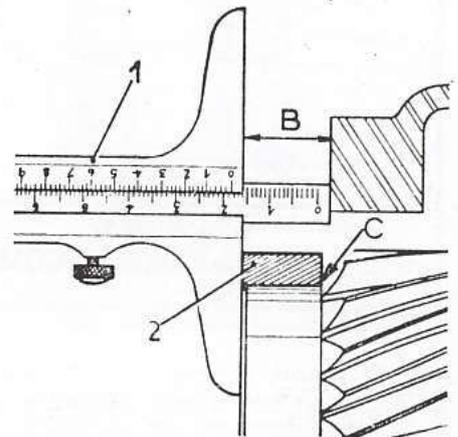

Fig. 59. — Mesure de la cote « B » entre plan de joint du carter et fausse bague
- Placer la bague de réglage (2) (fig. 59) en bout de l'arbre démultiplicateur, sans mettre de cales, et mesurer la cote (B) entre plan de joint du carter et bague de réglage. Noter la cote, exemple : 16,5 mm.
- Retirer la bague de réglage, poser les cales en C (fig. 59) et replacer la bague de réglage (2).